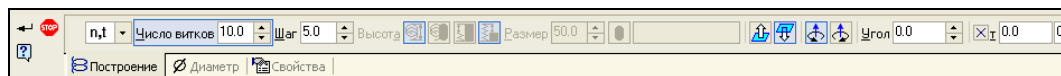
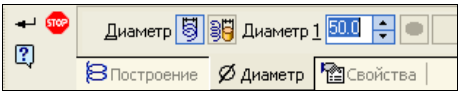

Рис. 23.10. Панель свойств: Спираль цилиндрическая на вкладке **Построение**
Рис. 23.11. Панель свойств: Спираль цилиндрическая на вкладке Диаметр
- ◆ на панели инструментов **Пространственные кривые** нажмите кнопку **Спираль цилиндрическая** . На Панели свойств: Спираль цилиндрическая три вкладки: **Построение** (рис. 23.10), **Диаметр** (рис. 23.11) и **Свойства**. Элементы управления вкладки **Построение** рассмотрены в табл. 23.1.